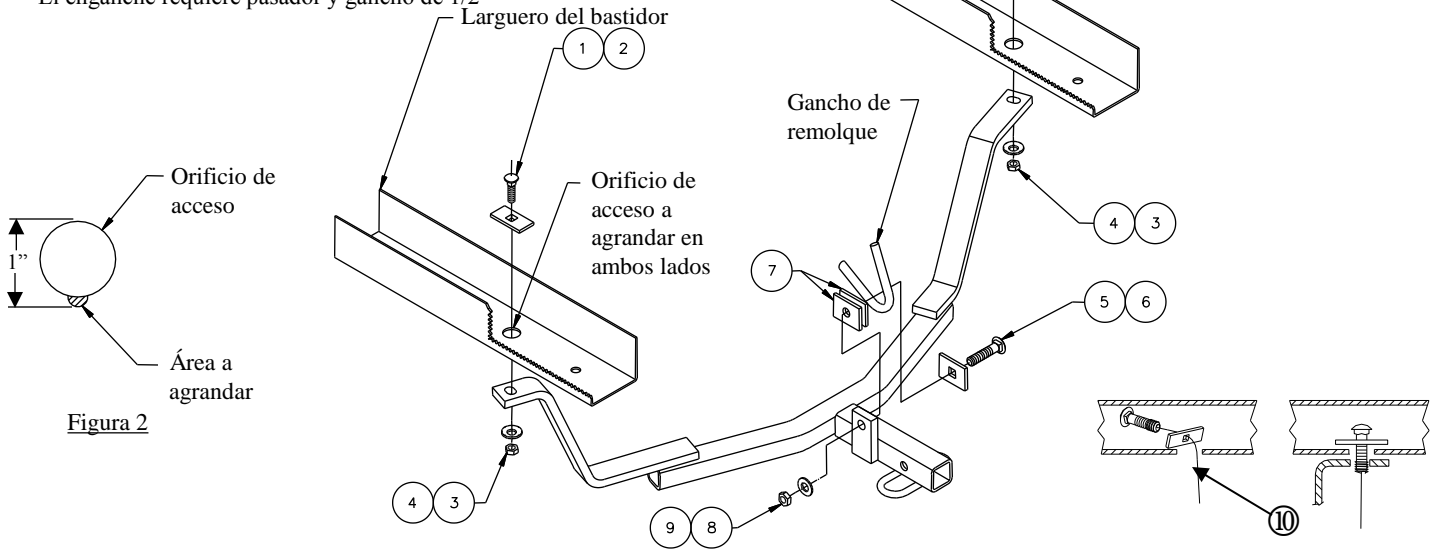

Figura 2
①	Cant. (2)	Perno de carruaje 7/16-14 X 1.50 GR5	⑥	Cant. (1)	Espaciador 1/4 X 1.00 X 2.00
②	Cant. (2)	Espaciador 1/4 X 1.00 X 3.00	⑦	Cant. (2)	Espaciador 1/4 X 1.00 X 2.00 (orificio redondo)
③	Cant. (2)	Arandela cónica dentada 7/16	⑧	Cant. (1)	Arandela cónica dentada 1/2
④	Cant. (2)	Tuerca hexagonal 7/16	⑨	Cant. (1)	Tuerca hexagonal 1/2
⑤	Cant. (1)	Perno de carruaje 1/2-13 X 2.50 GR5	⑩	Cant. (2)	Cable de halar 7/16"
- Agrande el orificio existente en ambos largueros del bastidor para permitir acceso para los espaciadores de 1.00 X 3.00 a insertar como se muestra en la figura 2.